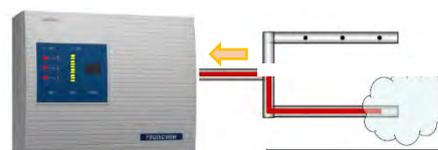

図3 高感度煙感知器
##### (4) 高感度煙感知器(図3)および監視カメラの設置